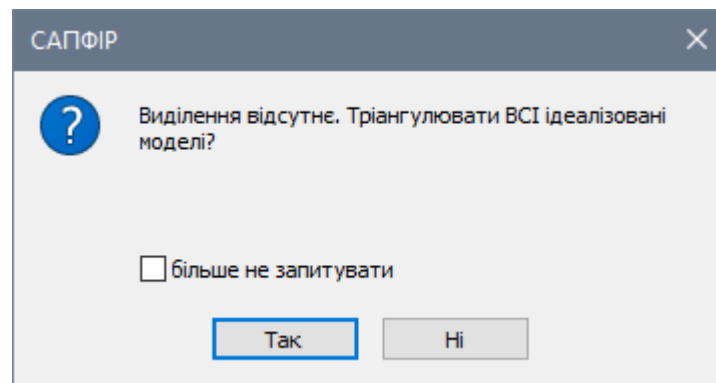

Рис. 14.34. Діалогове вікно **САПФІР**
- У діалоговому вікні **САПФІР** (рис. 14.34) натисніть кнопку **Так**.